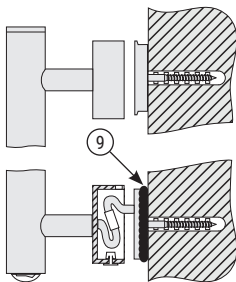

Рис.4
- 4.14. Заправить провода в коробку (**рис. 4**).
- 4.15. Произвести герметизацию шва силиконовым герметиком по контуру примыкания коробки и стены (**рис. 4**).